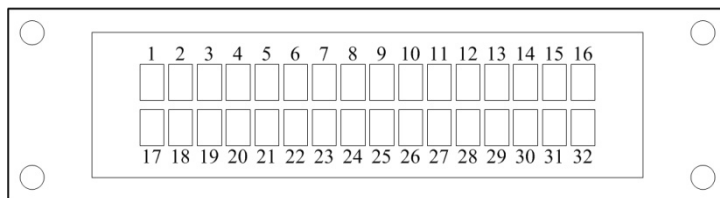

Рис.3. Порядок нумерации знакомест дисплея
4.2. Вывод передаваемых сообщений осуществляется на дисплей, содержащий 2 строки по 16 мест в каждой (см. рис.3). Порядок кодов символов в передаваемом сообщении должен соответствовать порядку нумерации знакомест дисплея.